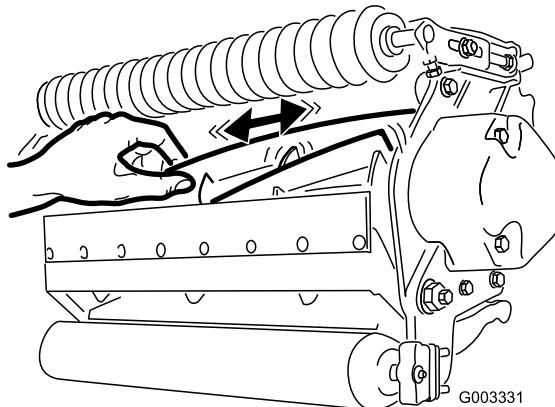

Figura 27
2. Usando un trapo o un guante grueso, sujeté la cuchilla del molinete e intente mover el conjunto del molinete de un lado a otro (Figura 27).